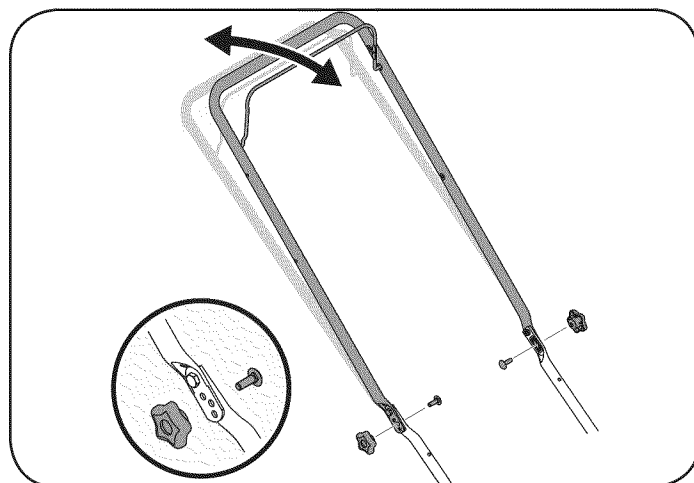

Figura 11
1. Quite los tornillos y tuercas de mariposa transporte de manejar. Vea la figura 11.
2. Coloque el mango en una de las tres posiciones que se sienta más cómodo. Vea la figura 11 inserción.